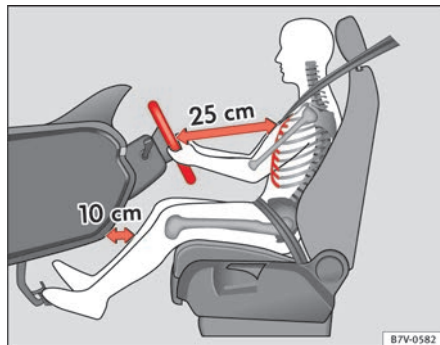
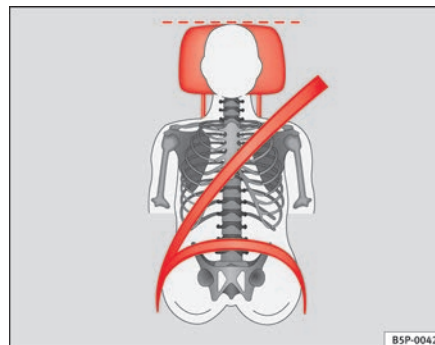

Fig. 1 A separação correcta entre o condutor e o volante deve ser de 25 cm no mínimo (10 polegadas).
Fig. 2 Faixa do cinto de segurança e encosto de cabeça com ajuste correcto.
- Ajuste o encosto de cabeça de modo a que o rebordo superior do encosto fique, na medida do possível, à altura da parte superior da cabeça, e nunca abaixo dos olhos. Mantenha a nuca o mais próximo possível do encosto de cabeça ⇒ Fig. 1 e ⇒ Fig. 2.
- Ajuste o volante de tal modo que fique no mínimo a 25 cm (10 polegadas) do tórax ⇒ Fig. 1 e de forma a que possa segurar nele lateralmente pela parte exterior com as duas mãos e com os braços ligeiramente flectidos.
- Ajuste o banco do condutor longitudinalmente de forma a que possa pisar a fundo os pedais com as pernas ligeiramente flectidas e a que os joelhos fiquem no mínimo a 10 cm (4 polegadas) do painel de instrumentos ⇒ Fig. 1.